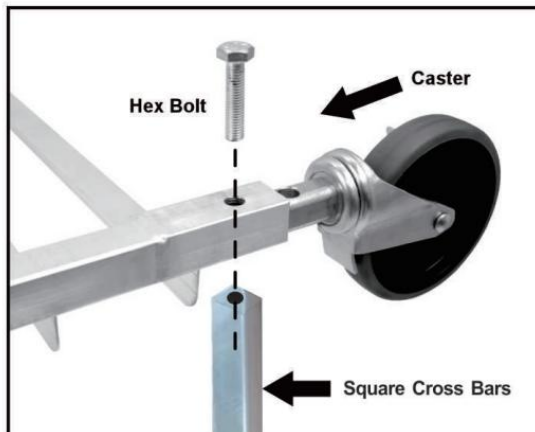

Figure 3.1
3.1) Insert the 4 Casters into bottom ends of the side frames. Make sure the holes in the casters line up with the holes in the frame (Figure 3.1)
3.1) Insérez les 4 roulettes dans les extrémités inférieures des cadres latéraux. Assurez-vous que les trous des roulettes sont alignés avec les trous du cadre (Figure 3.1)